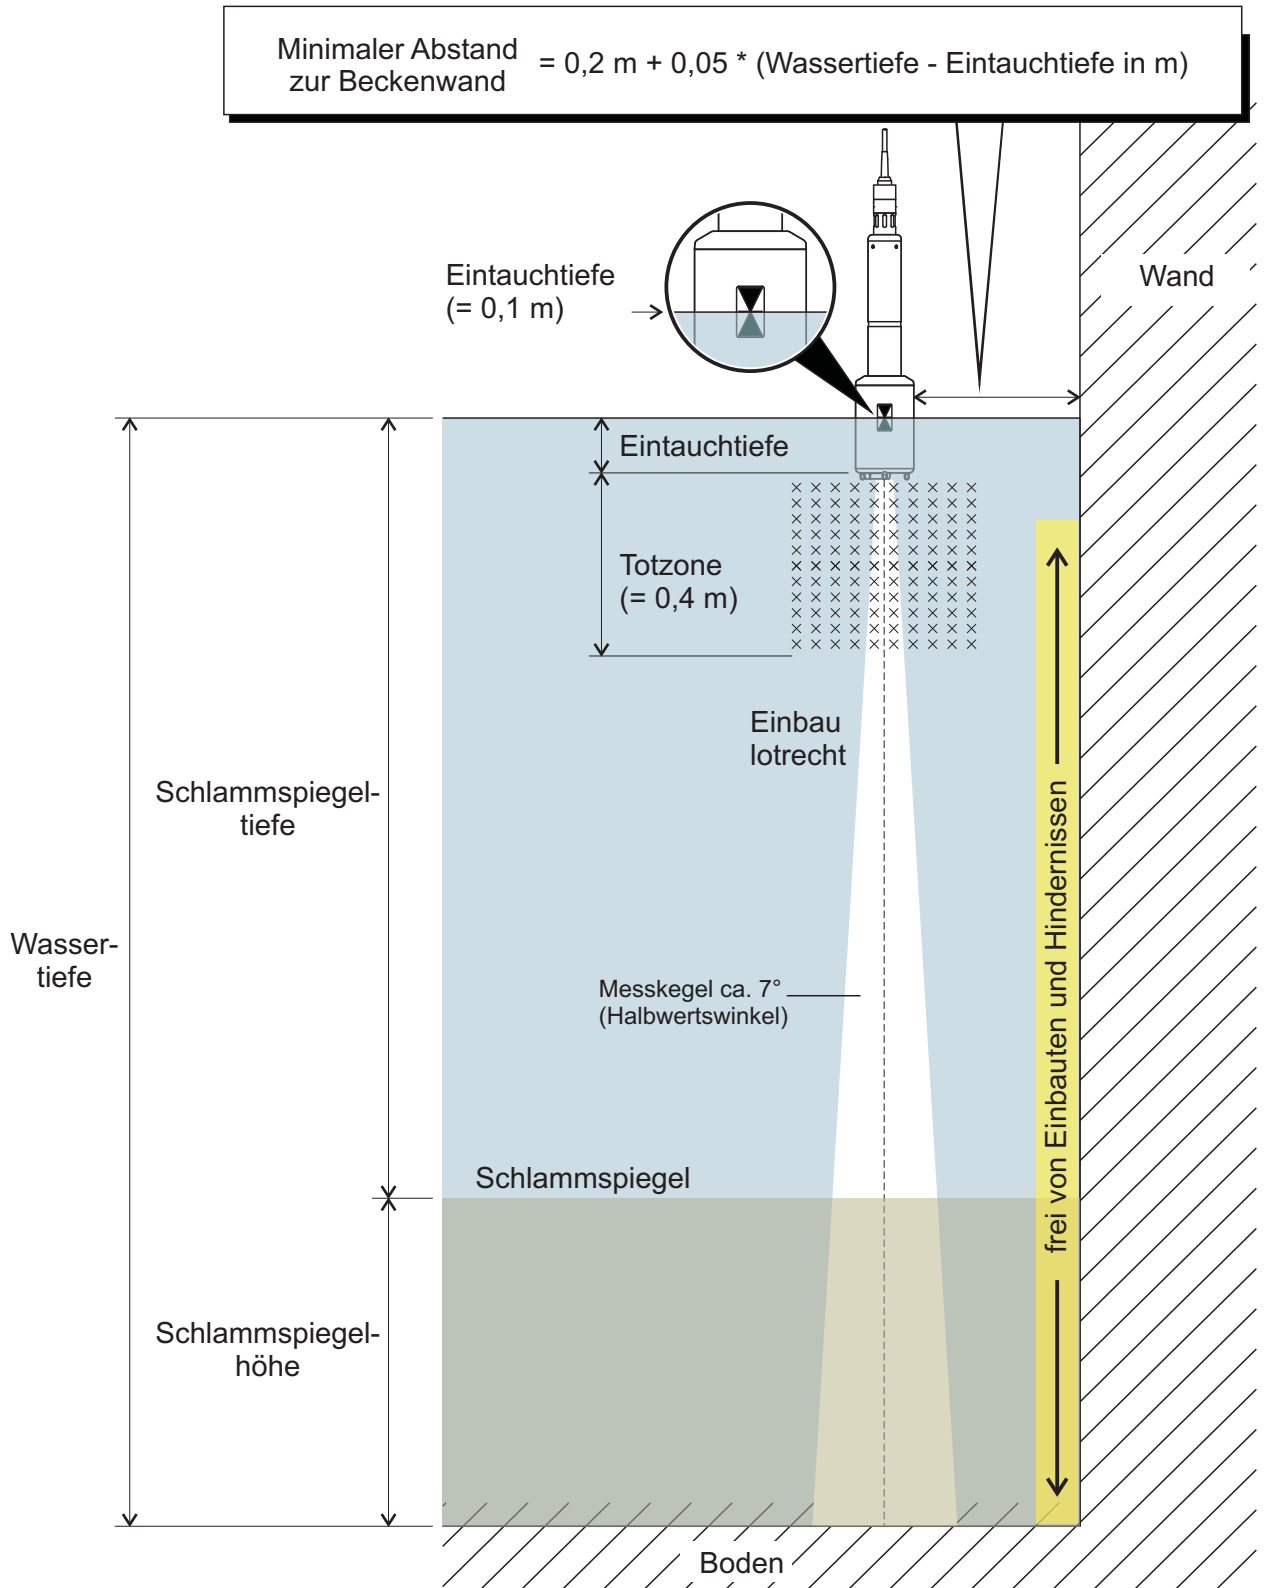

Bild 3-1 Ideale Einbauumgebung
- Ausreichend Abstand zur Beckenwand (Minimaler Abstand siehe Formel in Bild 3-1).